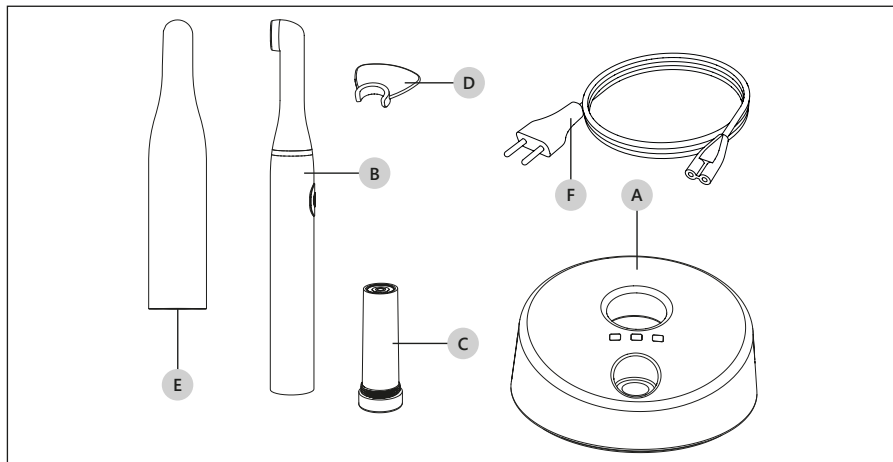
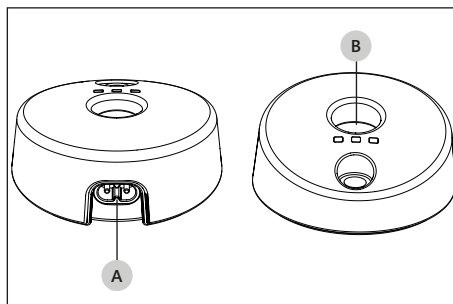

Figura 5 – Elenco dei Componenti
Figura 6 – Base di ricarica.
**ⓘ ATTENZIONE: Ricaricare la batteria utilizzando esclusivamente la stazione di ricarica Mectron (Figura 5 a pagina 8 - Rif. A). Non tentare la ricarica con cariche batterie generici. Pericolo di esplosioni e di incendio.**
Fare riferimento alla Figura 5 a pagina 8:
**⚠ PERICOLO:** Non introdurre oggetti metallici nel portamanipolo della stazione di ricarica (Figura 6 a pagina 10 - Rif. B) quando l'apparecchio è acceso.
2. Inserire il cavo di alimentazione dell'energia elettrica (Figura 5 a pagina 8 - Rif. F) nella connessione posta sul retro dell'apparecchio (Figura 6 a pagina 10 - Rif. A) e quindi nella presa a muro. Il LED verde "power" si accenderà (Tabella 1 a pagina 11 - Rif. A).
1. Inserire il manipolo, completo di modulo batteria, dentro la sede della stazione di ricarica (Figura 6 a pagina 10- Rif. B). Il LED giallo battery si accende (Tabella 1 a pagina 11 - Rif. B).
1. Inserire il manipolo dentro la sede della stazione di ricarica (Figura 6 a pagina 10- Rif. B). Il LED giallo battery si accende (Tabella 1 a pagina 11 - Rif. B).
**ⓘ ATTENZIONE:** Ricaricare la batteria utilizzando esclusivamente la stazione di ricarica Mectron (Figura 5 a pagina 8 - Rif. A). Non tentare la ricarica con carica batterie generici. Pericolo di esplosioni e di incendio.